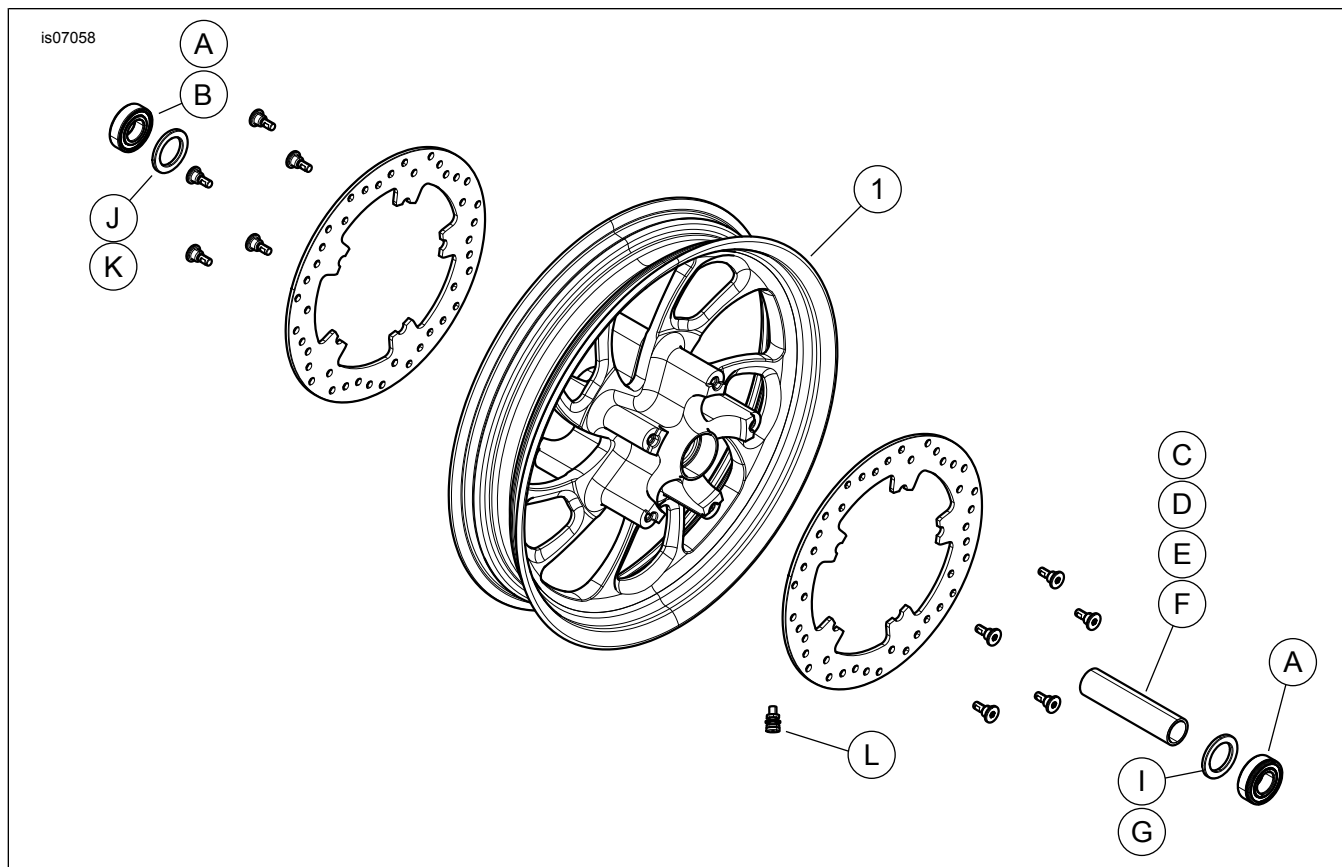

Figura 1. Parti di ricambio: Kit ruote anteriori Blade
2. Vedere Figura 1. Installare il gruppo dello stelo della valvola (L) sulla ruota. Vedere PNEUMATICI nel manuale di manutenzione.